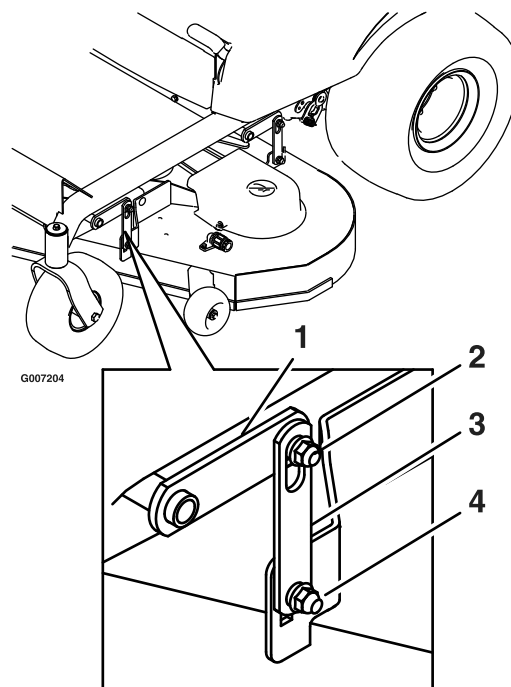

Figura 45
7. Afloje las tuercas de ajuste del sistema de nivelación (pieza 4) en las cuatro esquinas de modo que la plataforma quede bien asentada en los cuatro bloques. Asegúrese de que las barras de soporte de la plataforma están bajadas del todo (en la parte superior de la ranura) y que el pedal de elevación de la plataforma está hacia atrás, contra el tope, y apriete las cuatro tuercas de ajuste del sistema de nivelación (Figura 45).